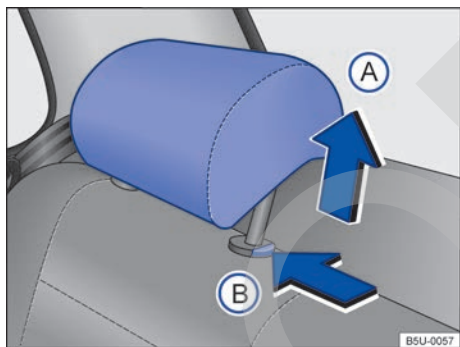

Fig. 36 Ajuste el apoyacabezas trasero.
- Empuje el apoyacabezas hacia arriba en el sentido de la flecha → fig. 36 (A) o con la tecla → fig. 36 (B) pulsada, empuje hacia abajo → ⚠.